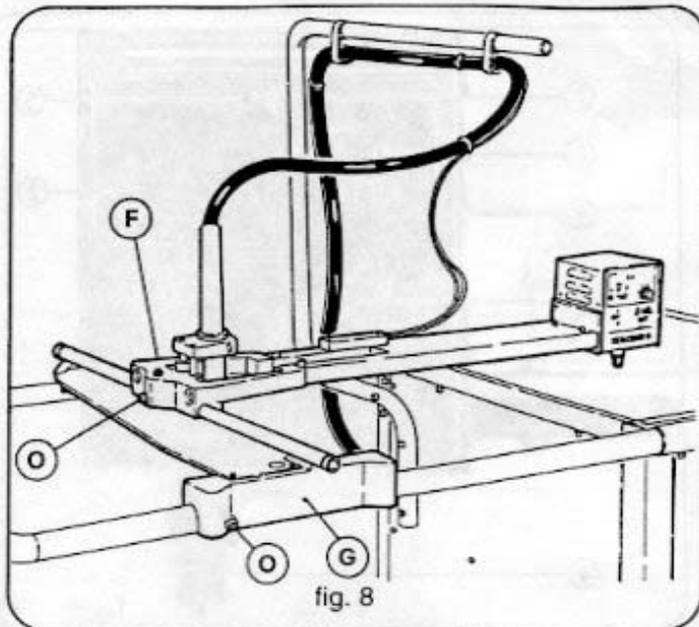

fig. 8
- Die Schlitten F und G wie in Abb. 8 gezeigt positionieren.
Zünden des Plasmabogens (normalerweise nur bei Maschinenbrennern vorhanden) am Kabelrohr und an den hierfür vorgesehenen Ringen befestigen (Abb. 8).
Um die Brennerschwingungen auf ein Minimum zu reduzieren, wurde jeder Schlitten mit einer Bremse (Abb. 8) ausgestattet.